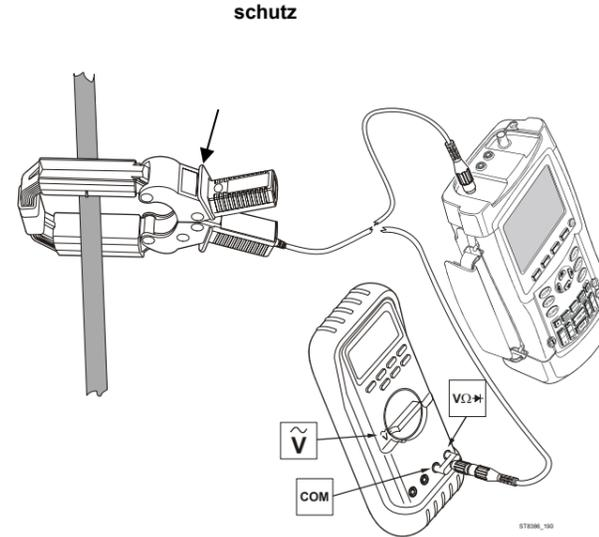

Abbildung 8. Meßanordnung
1. Schließen Sie die i3000s-Stromzange an den gewünschten Eingang Ihres Meßgeräts an. Wenn Sie mit einem Multimeter arbeiten, sollen Sie den Zweifach-Bananenstecker/BNC-Adapter (PM9081/001) für den Anschluß der Stromzange an den Eingang benutzen. (Siehe Abbildung 8.)